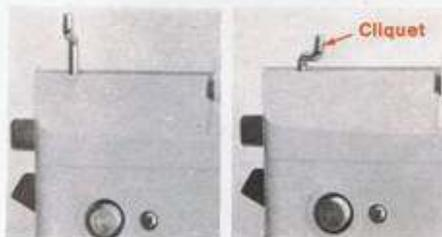

Fig. 14
1) Cliquet du compteur de rangs (fig. 14).